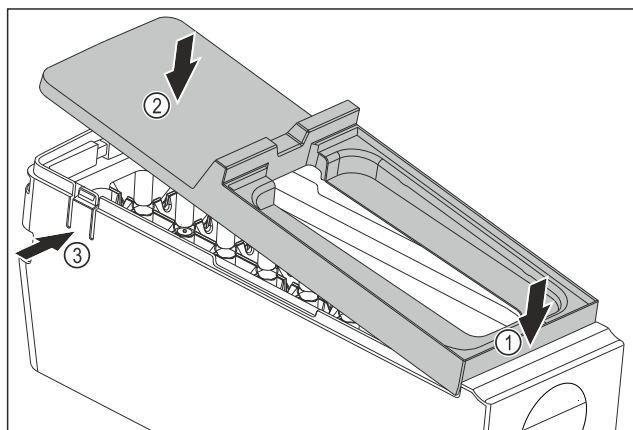

Fig. 109
- ▶ Monter le couvercle du corps de l'EasyTwist-Ice : Placer le couvercle à l'avant. Fig. 109 (1)
- ▶ Abaisser le couvercle à l'arrière. Fig. 109 (2)
- ▷ L'enclenchement du couvercle dans les deux languettes Fig. 109 (3) se fait entendre.